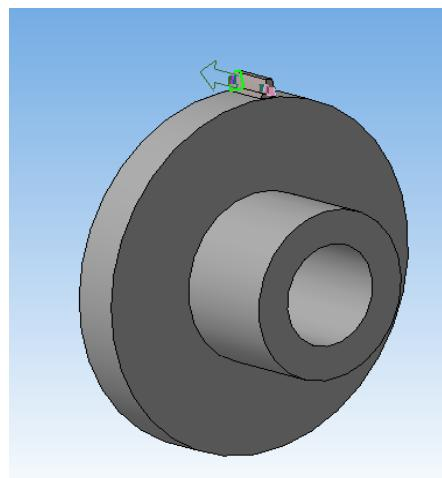

Рисунок 86.
5. Выберите команду «Операция выдавливания», задайте направление и расстояние равное толщине зубчатого венца – 5мм. Создайте объект (рисунок 86). В результате получим модель зуба.